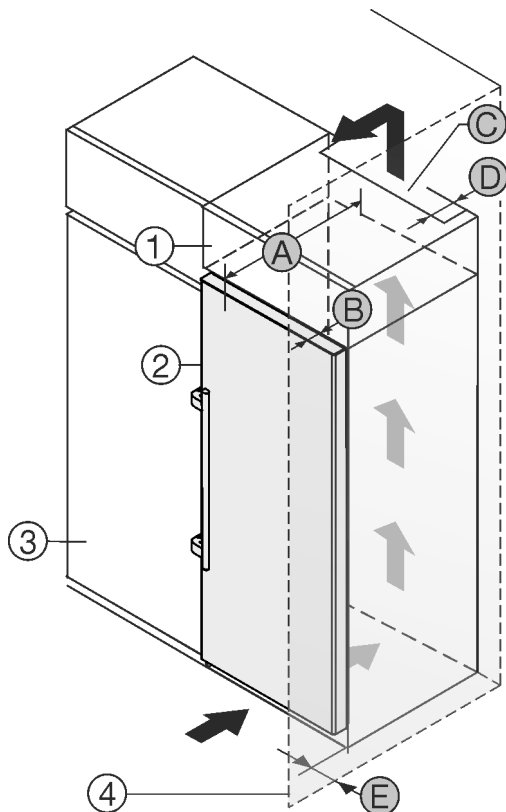

Fig. 1
Puede colocar el electrodoméstico directamente al lado del armario de cocina *Fig. 1 (3)*.
En la parte trasera del armario superior debe haber una cámara de salida de aire con una profundidad *Fig. 1 (D)* que abarque toda la anchura del armario.
Bajo el techo de la estancia debe mantenerse la sección transversal de ventilación *Fig. 1 (C)*.
Si el electrodoméstico se instala con las bisagras junto a una pared *Fig. 1 (4)*, la distancia entre el electrodoméstico y la pared debe ser de como mínimo 57 mm. Esto equivale al saliente del tirador con la puerta abierta.
Para poder abrir totalmente la puerta, el electrodoméstico debe sobresalir la profundidad de la puerta *Fig. 1 (B)* respecto del frente del armario de cocina. El electrodoméstico puede sobresalir más en función de la profundidad de los armarios de cocina *Fig. 1 (3)* y del uso de distanciadores de pared.